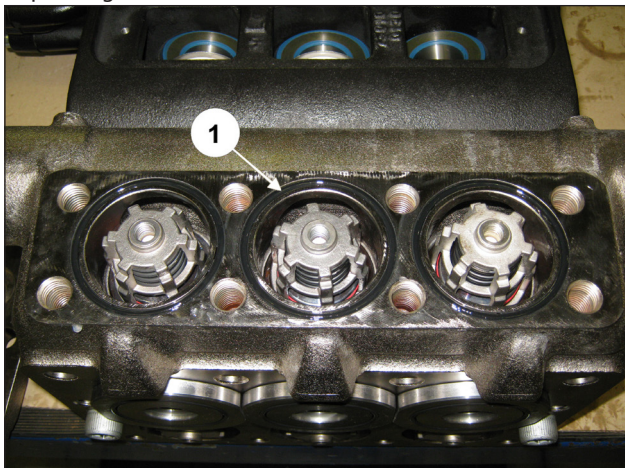

Fig. 146
Poser le joint torique frontal sur les soupapes de refoulement (rep. ①, Fig. 146).